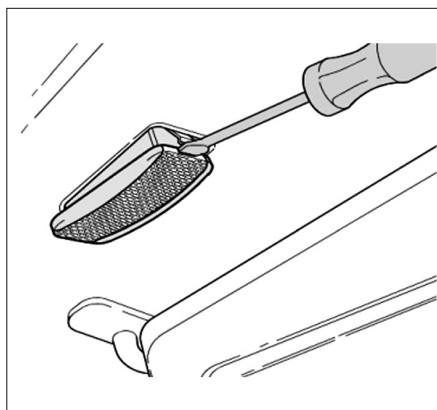

Fig. 76
- Ouvrir les caches (2) en faisant levier à l'aide d'un tournevis.
- Dévisser les vis (3) et retirer la poignée de maintien (1).
- Extraire l'éclairage du miroir de courtoisie en faisant levier avec un petit tournevis (Fig.76).